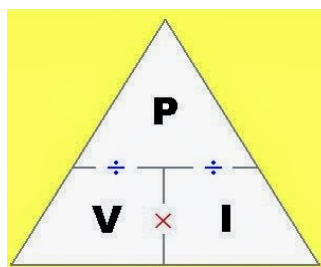

Figura 27 - Triângulo para cálculo de tensão, corrente e potência
Para fazer os cálculos de **potência (p)**, **corrente (I)** e **tensão (V)**, basta basear-se no triângulo da Figura 27, onde basta pegar o que se quer calcular, igualar a multiplicação caso esteja na mesma linha ou dividir caso um esteja acima do outro.